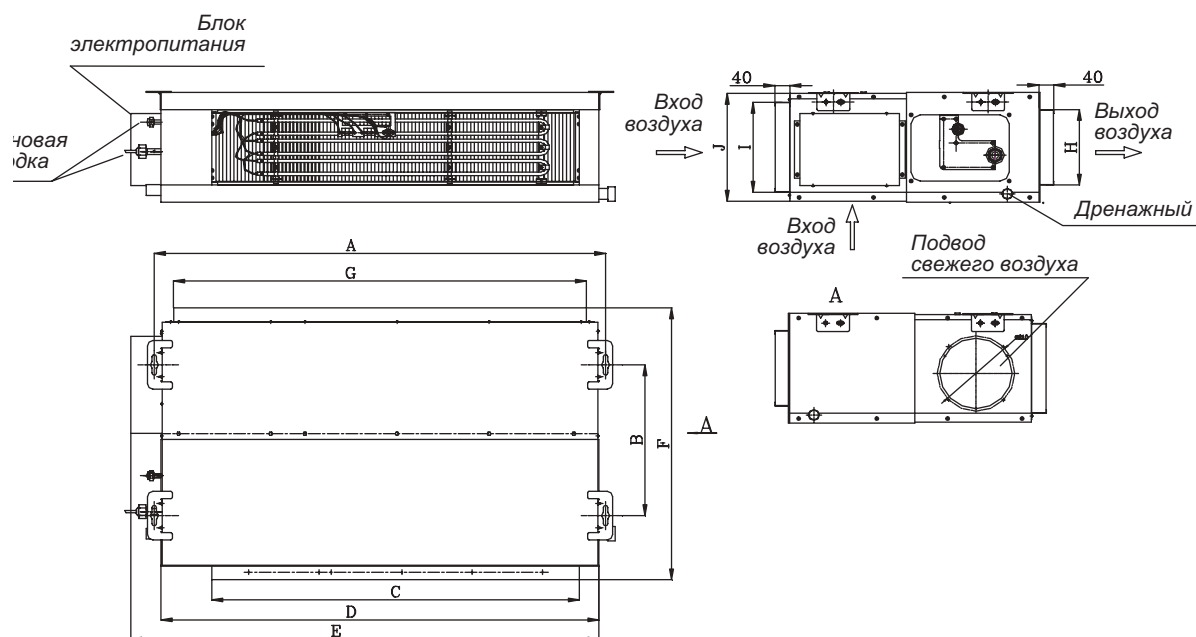

Рис. 9.7
9.2.4.2 Габаритные и установочные размеры внутренних блоков канального типа моделей GMV-R40P/NaB-K, GMV-R45P/NaB-K, GMV-R50P/NaB-K, GMV-R56P/NaB-K, GMV-R63P/NaB-K, GMV-R71P/NaB-K, GMV-R80P/NaB-K, GMV-R90P/NaB-K, GMV-R100P/NaB-K, GMV-R112P/NaB-K, GMV-R125P/NaB-K (рис. 9.7 и табл. 9.3).